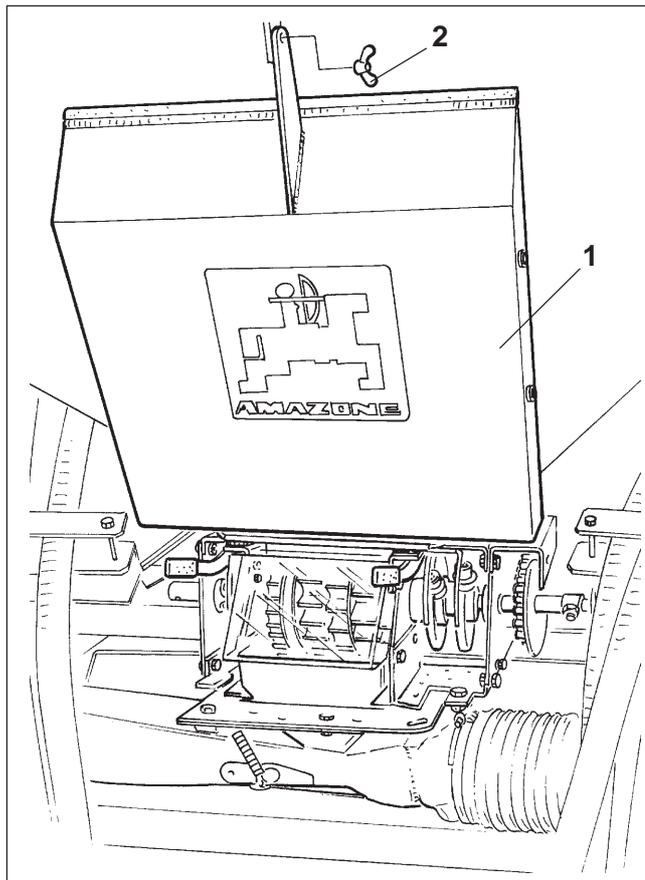

Fig. 21.2
Aflojar la tuerca de mariposa (fig. 21.2/2) y tomar la bandeja de ensayo (fig. 21.2/1).
- Fijar la bandeja de ensayo en vacío (fig. 21.2/1) en la tolva.